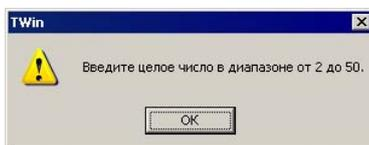

Рисунок 18. Окно информационного сообщения
При попытке задать значение шага перемещения или шага направляющих, выходящие за пределы допустимого диапазона, открывается окно информационного сообщения (см. рис. 18). В этом окне следует нажать кнопку «ОК» и ввести в требуемое поле значение, входящее в допустимый диапазон. В противном случае сохранение настройки невозможно.
- В группе полей «Соединение», в поле «Порт (по умолчанию)» из раскрывающегося списка (см. рис. 18, б) выбирается COM-порт, который будет использоваться для соединения с ПЛК по умолчанию при использовании текущего проекта.